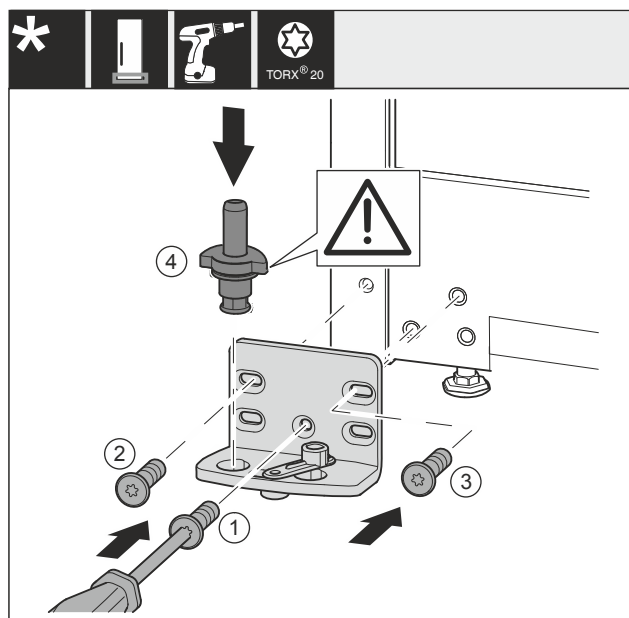

Fig. 24
- Lagerboks aan de andere zijde plaatsen en met behulp van een schroevendraaier er in schroeven. Met de Fig. 24 (1) onder in het midden beginnen.
- Schroef Fig. 24 (2) en Fig. 24 (3) vastschroeven.
- Lagerbouten Fig. 24 (4) volledig insteken. Let hierbij op dat het vergrendelingslipje naar achteren wijst.